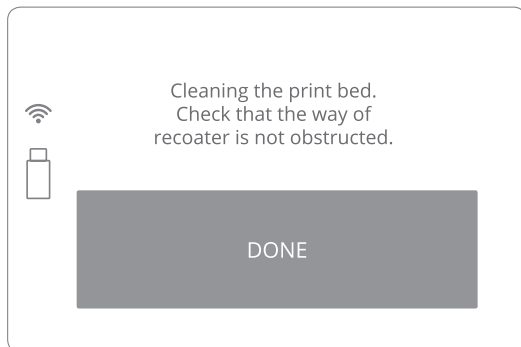

Bild 38. Reinigen Sie das DRUCKBETT-Bildschirm 1.
- Überprüfen Sie, ob sich alle Elemente in ihrer Standardposition befinden (RECOATER, LASER). Prüfen Sie die Spannung und den Zustand der KABEL DES RECOATERS. Bestätigen Sie mit der DONE-Taste (Bild 38).